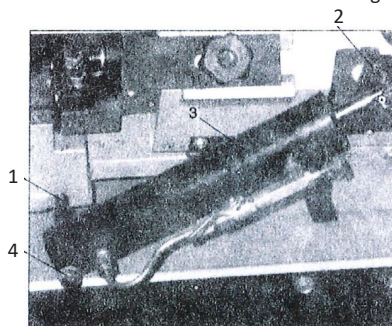

Fig 3.
5. Skub cylinderstangen (1, fig. 3) ind i bunden og stram. Skub cylinderen (3) på stangen og spænd møtrikken (4). Skub skruen (2) ind i cylinderen og spænd.